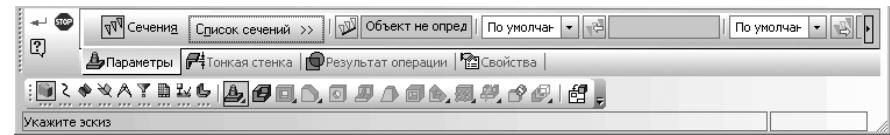

Рис. 2.135. Фрагмент главного окна системы: **Панель свойств: Элемент по сечениям, Компактная панель и Строка сообщений**
- щелкните в **Компактной панели** по первой кнопке переключателя  – **Редактирование детали**, если она не нажата, а затем по первой кнопке в панели инструментов – в правой части **Компактной панели** – по кнопке **Операции** и, не отпуская ее, переместите указатель курсора с нажатой левой кнопкой по появившейся дополнительной (расширенной) панели и остановитесь на кнопке  – **Операция по сечениям**. Отпустите нажатую левую кнопку мыши. Система перейдет в режим выполнения **Операции по сечениям**. Появится соответствующая **Панель свойств: Элемент по сечениям** (рис. 2.135).